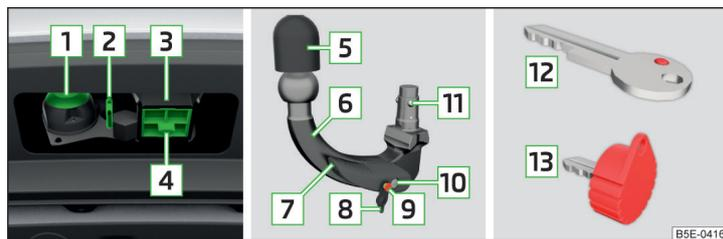

Fig. 166 Presa del dispositivo di traino / Testa sferica / Chiave (variante 1 e 2)
Preso del dispositivo di traino e testa sferica » fig. 166
- Rimuovere la calotta di copertura per il pozzetto di alloggiamento **4** » fig. 166 a pagina 179 estraendola verso il basso.